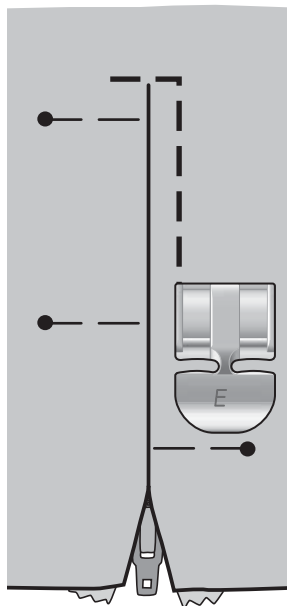

Fig. 2
4. Cominciare a cucire lungo la base, girare la stoffa e cucire il lato destro della cerniera in alto (v. fig. 2).